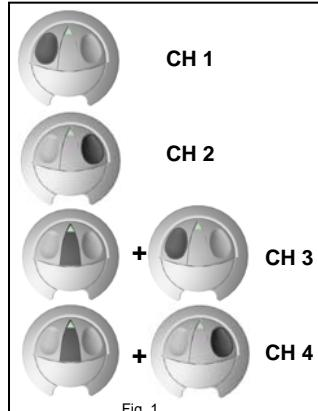

Fig. 1
- Für den Kanal 1 drücken Sie den Taster 1, für den Kanal 2 drücken Sie den Taster 2 (Abb. 1).
- Für die Kanäle 3 und 4 drücken Sie den mittleren Taster (Abb. 1). Die rote LED leuchtet auf. Drücken Sie innerhalb von 3 Sekunden den Taster 1 zum Übermitteln des 3. Kanals oder den Taster 2 zur Übermittlung des 4. Kanals.
1. Para el canal 1, pulse el botón 1; para el canal 2 pulse el botón 2 (Fig. 1).
2. Para los canales 3 y 4 pulse el botón central (Fig. 1); el led rojo se enciende. Dentro de los 3 segundos siguientes pulse el botón 1 para el envío a través del 3º canal o el botón 2 para el envío a través del 4º canal.
1. Para o canal 1, carregar no botão 1; para o canal 2 carregar no botão 2 (Fig. 1).
2. Para os canais 3 e 4 carregar no botão central (Fig. 1); o led roxo se encende. Dentro de os 3 segundos seguintes carregar no botão 1 para o envio a través do 3º canal ou o botão 2 para o envio a través do 4º canal.